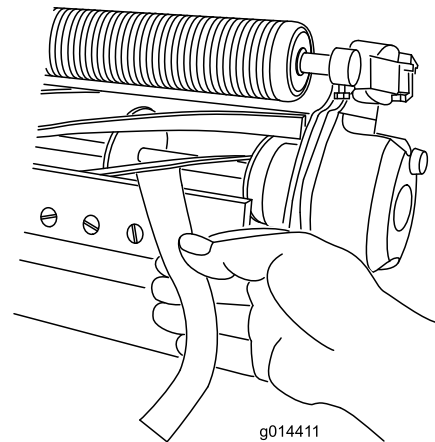

Figure 10
- B. Insérez une longue bande de papier de performance de coupe (réf. Toro 125-5610) entre le cylindre et la contre-lame, perpendiculairement à la contre-lame (Figure 10), puis tournez **lentement** le cylindre en avant ; il devrait couper le papier ; si ce n'est pas le cas, répétez les opérations A et B jusqu'à ce qu'il le coupe.
11. Insérez une longue bande de papier de performance de coupe (réf. Toro 125-5610) entre le cylindre et la contre-lame, perpendiculairement à la contre-lame (**Figure 10**), puis tournez **lentement** le cylindre en avant ; il devrait couper le papier ; si ce n'est pas le cas, tournez chaque vis de réglage de la barre d'appui de 1 cran dans le sens horaire et répétez cette opération jusqu'à ce le papier soit coupé.